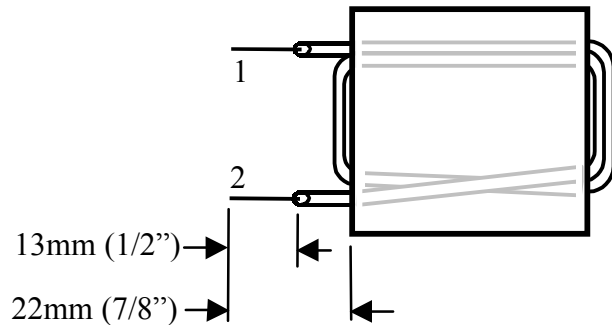

Figura 6-28
- Localice el núcleo de ferrita "binocular" (2-agujeros) para T4. Devane 2 vueltas de cable de conexión funda verde (13 cm, 5") a través del núcleo (ver la Figura 6-28), formando el devanado 1-2.